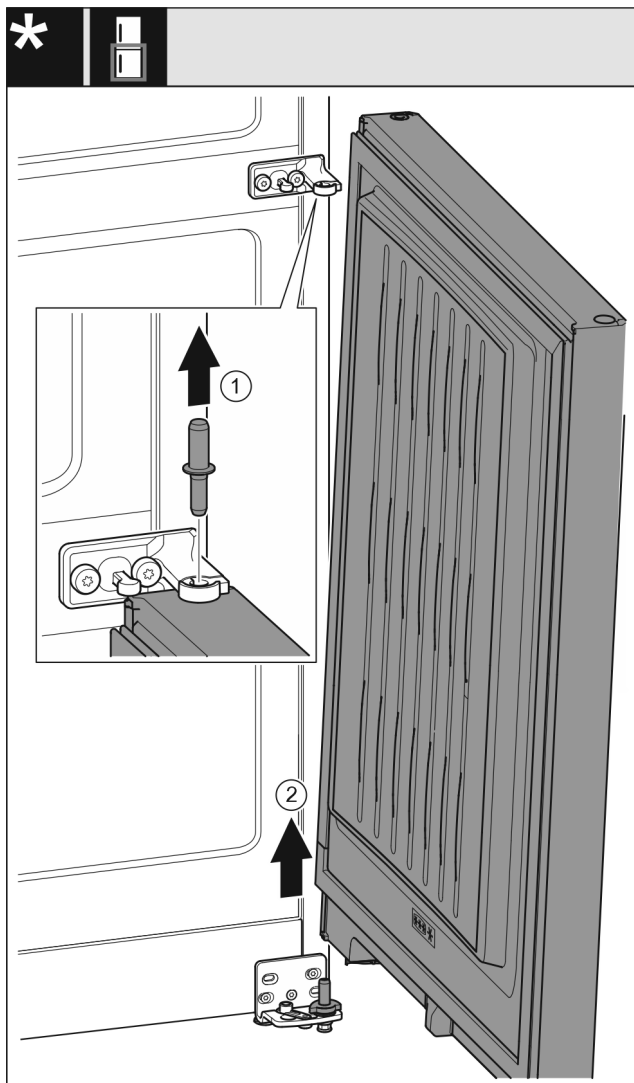

Fig. 7
- ▶ Ta ut bulten genom att dra den uppåt. Fig. 7 (1)
- ▶ Sväng ut dörren, dra den uppåt och ställ den åt sidan. Fig. 7 (2)